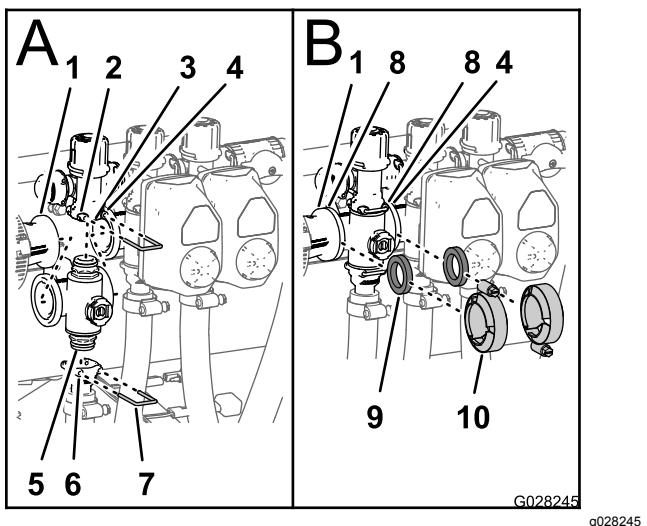

Figura 104
- Inserite il raccordo del tappo terminale superiore della valvola del collettore nel raccordo di bypass (A di Figura 104).
- Fissate il raccordo del tappo terminale al raccordo di bypass inserendo un fermo nella presa del raccordo di bypass (A di Figura 104).
- Montate il raccordo di uscita sul raccordo del tappo terminale interiore della valvola del collettore (A di Figura 104).
- Fissate il raccordo del tappo terminale al raccordo di uscita inserendo un fermo nella presa del raccordo di uscita (A di Figura 104).
- Allineate guarnizione tra le flange del giunto del riduttore e il collettore della valvola di sezione (B di Figura 104)
- Montate il giunto del riduttore, la guarnizione e il collettore della valvola di sezione con un morsetto e serrate manualmente (B di Figura 104).
- In caso di montaggio delle 2 valvole di sezione più a sinistra, allineate guarnizione tra le flange dei 2 collettori delle valvole di sezione adiacenti (B di Figura 104).
- Montate i 2 collettori delle valvole di sezione adiacenti e la guarnizione con un morsetto e serrate manualmente (B di Figura 104).